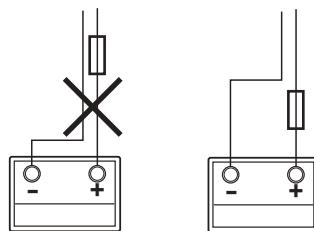

Fig. 50
- Los dos cables al polo positivo y al polo negativo deben tenderse por separado hasta el fusible en el cable positivo (Fig. 50).